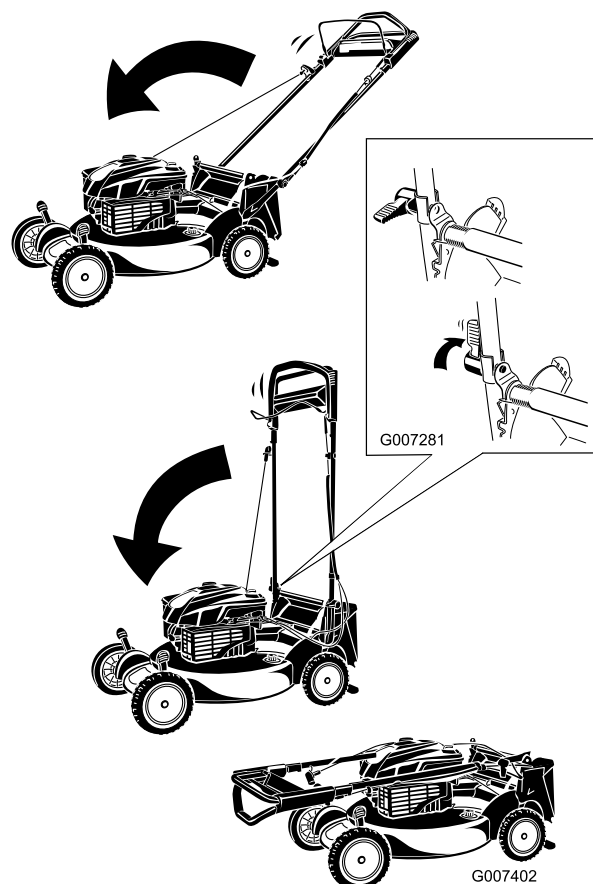

Figura 52
1. Fate ruotare la stegola in avanti (Figura 52).